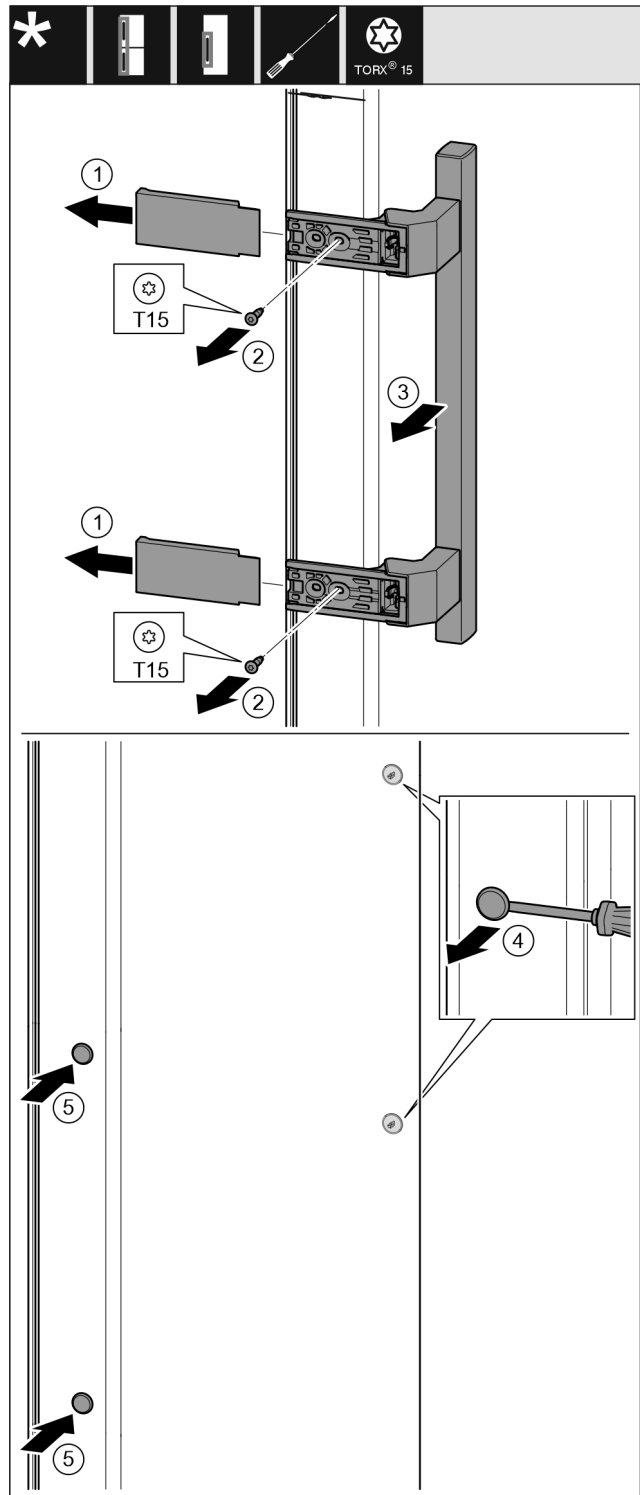

Fig. 11
- ▶ Свалете капака. Fig. 11 (1)
- ▶ Отвийте винтовете с отвертка Torx 15. Fig. 11 (2)
- ▶ Свалете дръжката. Fig. 11 (3)
- ▶ С плоска отвертка внимателно повдигнете страничната тапа и я извадете. Fig. 11 (4)
- ▶ Отново поставете тапата от другата страна. Fig. 11 (5)